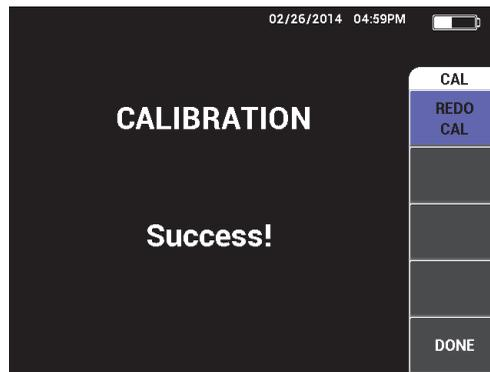

Figura 5-52 La conferma di una taratura completa
5. Completare la taratura selezionando **ESEGUITO** dopo la visualizzazione di **Riuscito** (Success!) [vedere Figura 5-52 a pagina 174].